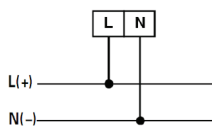

Рис. 4 – Подключение напрямую (если напряжение  $\leq 660V$ )
1. Подключите прибор к исследуемой цепи в соответствии со схемами подключения, см. рис. 4 и 5.